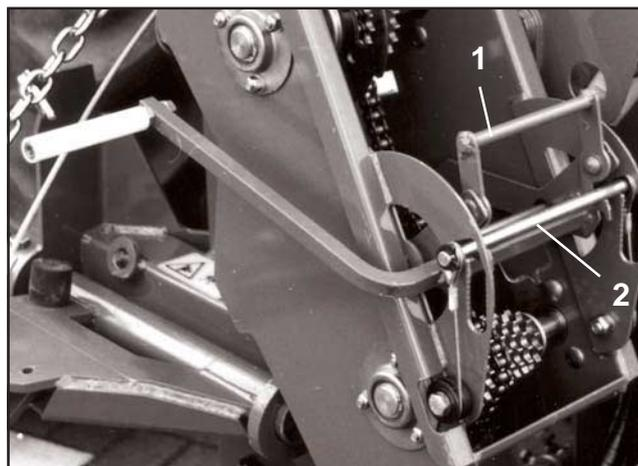

Fig. 7.29
- Actionnez la manivelle en sens contraire jusqu'à la position indiquée par la fig. 7.29.